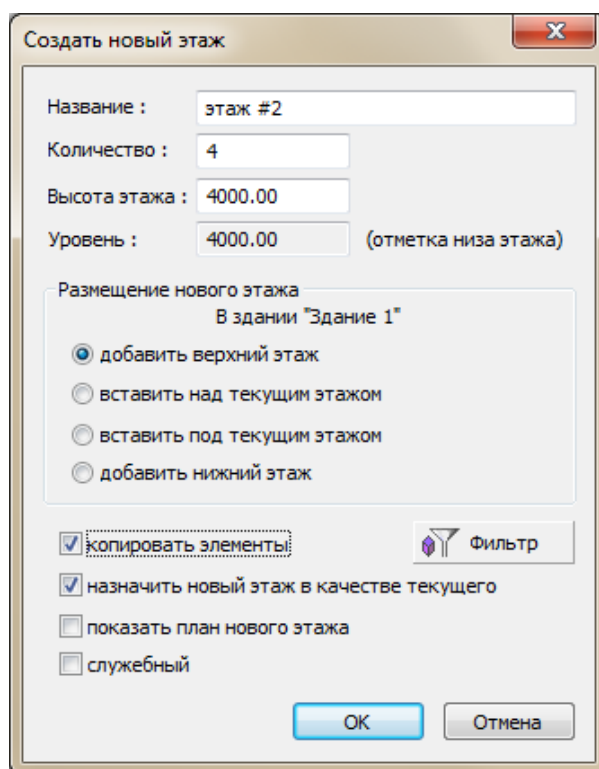

Рис.6.9. Диалоговое окно **Создать новый этаж**
- В появившемся диалоговом окне **Создать новый этаж** (рис.6.9) задайте следующие параметры: